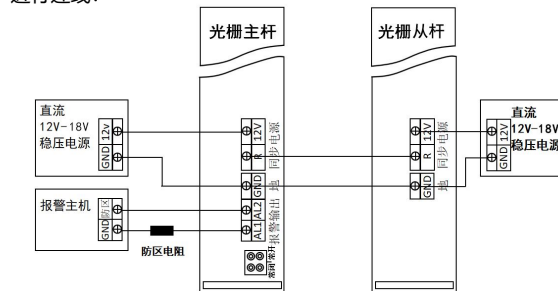

图4.主杆分别由当地电源供电时带同步线工作方式的接线
1.1 线路板的接线根据是否连接同步线，单电源还是双电源供电方式，共有图4、图5、图6三种不同的情况，对应按如下3张图中适合的那张图进行连线：